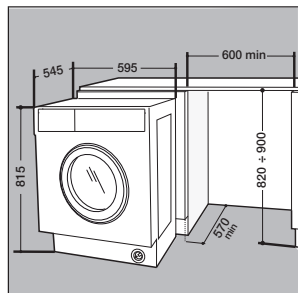

Рис. 6
– Вставьте машину в проем, совместив ее со шкафом (рис. 6).